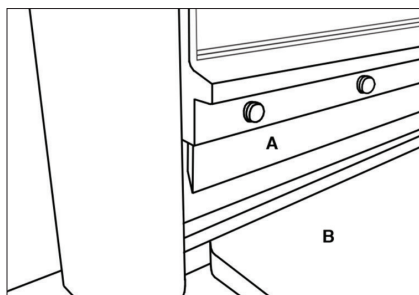

FIGURE 14
2. Une fois le couteau a été aiguisée ou remplacé, il peut être ré-installé. Placez le couteau (Fig. 14-A) avec son côté à plât face à la table (Fig. 14-B). Assurez-vous que la surface de montage et le couteau sont propres, ré-installez le couteau avec les sept vis à tête hexagonaux retirées précédemment en utilisant la clé hexagonale fournie.